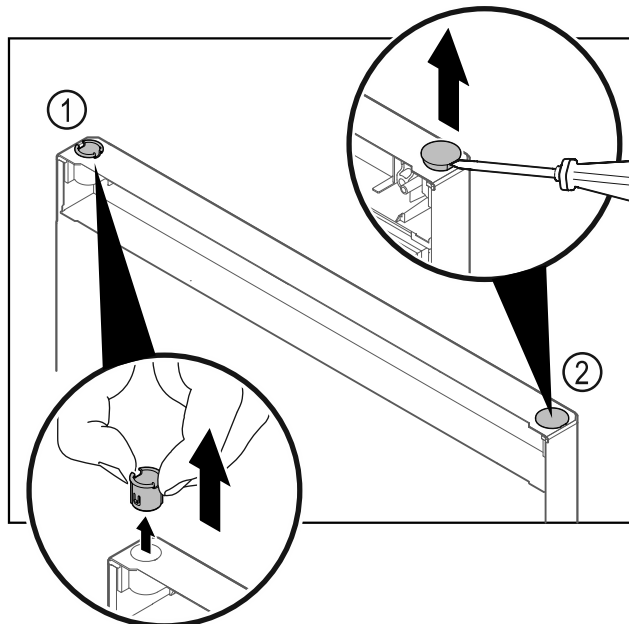

Fig. 18
- ▶ Extrageți bucsa balamalei Fig. 18 (1) cu degetele.
- ▶ Ridicați dopul de acoperire Fig. 18 (2) cu precauție cu o șurubelniță dreaptă și extrageți-l.